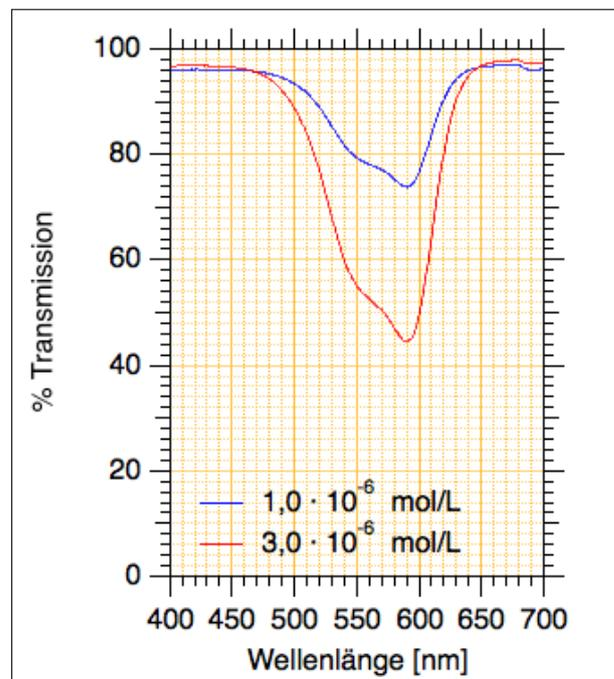
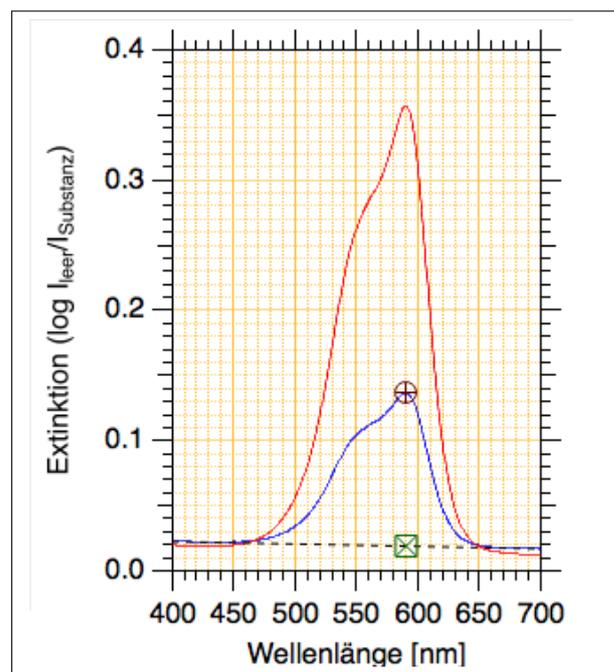

Abbildung 1: Relative Transmission (% T) ethanolischer Lösungen von Kristallviolett im Spektralbereich 400-700 nm.
Abbildung 2: Extinktion ethanolischer Lösungen von Kristallviolett. Die Cursor werden zur Bestimmung des molaren dekadischen Extinktionskoeffizienten genutzt.
4. Typische Ergebnisse für die Transmission von Kristallviolett sind in der Abb. 1 gezeigt. Man erkennt, dass bereits eine $3,0 \cdot 10^{-6}$ -M Lösung im Absorptionsmaximum zu einer Schwächung $> 50\%$ führt.
5. Die Abb. 2 zeigt die Extinktion der beiden Lösungen, deren relative Transmission $%T$ in der Abb. 1 dargestellt wurde. Gehen Sie zur Auswertung wie folgt vor:
- Greifen Sie auf die graphischen Werkzeuge von IGOR zurück. Klicken Sie auf die Graphik, wählen Sie dann im Menü „Graph“ die Option „Show Tools“. Links neben der Abbildung erscheint eine Funktionsleiste. Klicken Sie auf das Liniensymbol und ziehen Sie eine Grundlinie entlang der Absorption (vgl. Abb. 2). Erzeugen Sie durch Klicken auf „Show Info“ im Menü „Graph“ unterhalb der Abbildung eine Cursorleiste. Ziehen Sie einen der beiden Cursor auf die Nähe des Maximums der Absorption und bewegen Sie ihn mit Hilfe der Tastatur-Pfeiltasten auf das genaue Maximum. Deaktivieren Sie den Cursor nun durch Klicken auf das entsprechende Cursor-Symbol in der Cursor-Leiste. Danach machen Sie bitte einen Rechts-Klick auf das andere Cursor-Symbol in der Cursorleiste und wählen Sie im Pop-up-Menu unter „Style“ die Option „Free“ aus. Sie können diesen Cursor nun auf eine beliebige Stelle der Graphik positionieren, nicht nur auf eine Wave. Bewegen Sie den Cursor senkrecht unter den anderen Cursor, so dass er auf der Grundlinie „sitzt“. Achten Sie darauf, dass die x-Positionen beider Cursor möglichst identisch sind. Nun können Sie in der Cursor-Leiste den Wert Δy ablesen. Dieser Zahlenwert ist die effektive Extinktion durch das Farbstoffmolekül im Absorptionsmaximum.